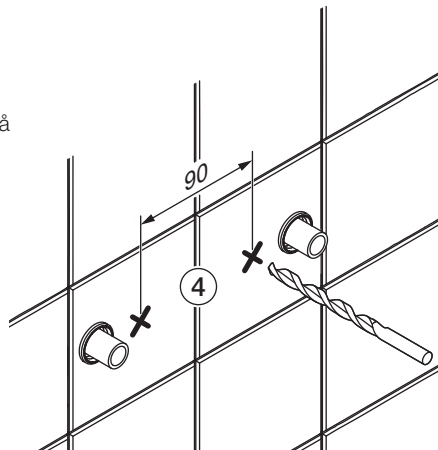

Fig. 1
4. Skruvfästningar i våtzon 1 ska göras i betong eller annan massiv konstruktion, träreglar, träkortlingar eller i konstruktion som är provad och godkänd för infästning, till exempel skivkonstruktion. Se exempel på godkända konstruktioner på sakervatten.se. Alla infästningar i våtzon 1 och 2 ska tätas, se "Fig. 1" eller "Fig. 2". Material för tätning ska fästa mot underlaget och vara vattenbeständigt, mögelresistent och åldersbeständigt.
4. The screw mountings should be of a sturdy design, for instance made of concrete, wooden studs, wooden nogging pieces or a design that has been tested and approved for mounting, e.g. pad design. All attachment points must be sealed. See "Fig. 1" or "Fig. 2". The sealant material must attach firmly to the underlying surface and be water-resistant, mould-resistant and non-ageing.
4. Skruinnfestinger skal gjøres i betong eller annen massiv konstruksjon, trebjelker, trestendere eller i konstruksjon som er testet og godkjent for innfesting, f.eks. platekonstruksjon. Alle innfestinger skal tettes, se "Fig. 1" eller "Fig. 2". Materialet for tetting skal feste mot underlaget og være vannbestandig, muggresistent og aldersbestandig.